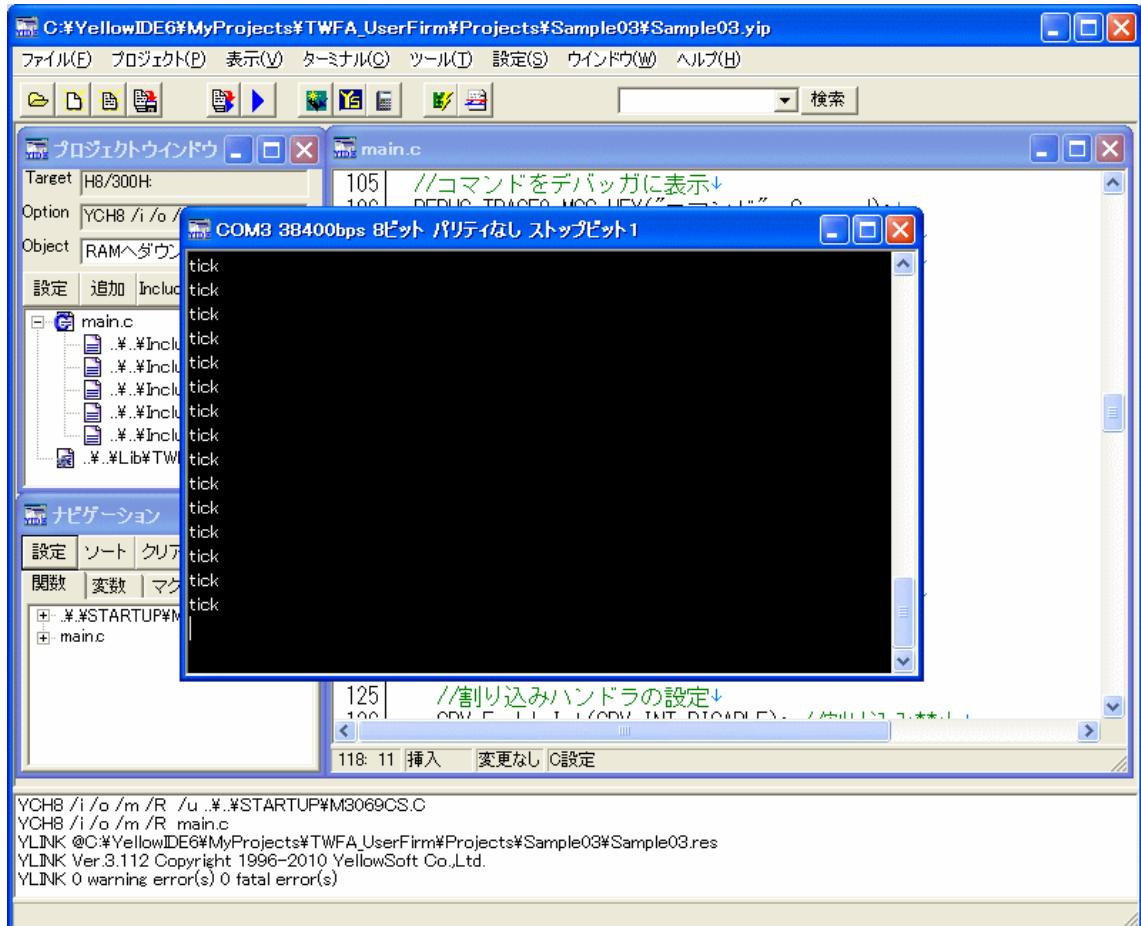

図 51 Sample03 の実行結果
11. 再び「ATF Maker」の画面に戻って、[Command]欄に"4"と入力し、[送信]ボタンを押してください。正しく動作している場合、『YellowIDE』のターミナル画面に"tick"という文字が1秒毎に表示されます(図 51)。